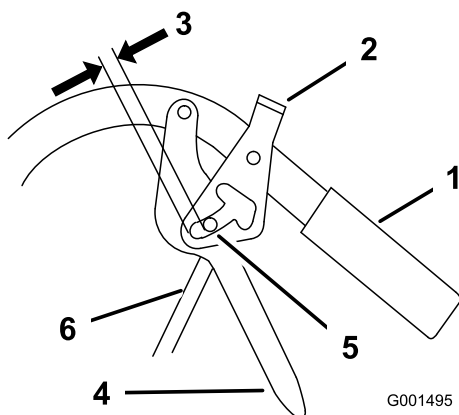

Figure 51
2. Vissez ou dévissez la tige de commande pour en régler la longueur afin d'obtenir un écartement de 5 à 6 mm (3/16 à 1/4 po) entre la tige et le bas du verrou de point mort/frein de stationnement (Figure 51).
3. Montez la tige de commande sur le levier de déplacement et le verrou de point mort/frein de stationnement. Fixez la tige avec un axe de chape et une goupille fendue (Figure 51).